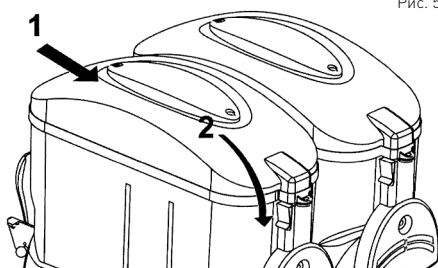

Рис. 5
- После заливки/ пополнения смеси в контейнере (2), поместите крышку (1) обратно на контейнер (2). Смотри: Рис. 5. .